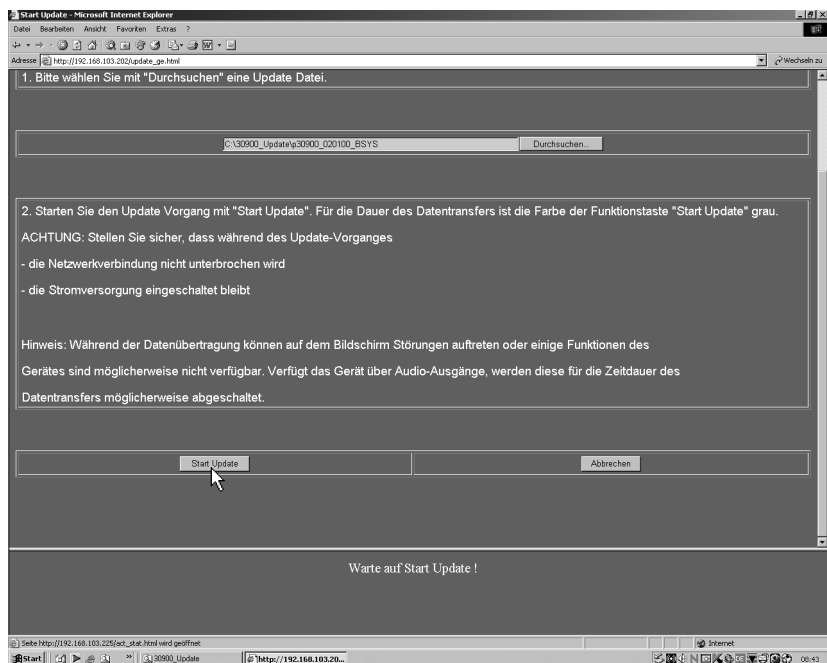

Bild 5-14: Starten des Updates
6. Aktivieren Sie über „Start Update“ den Software-Transfer zum Surround-Control 30900(-24) (siehe Bild 5-14). **Achten Sie darauf, dass während des Datentransfers keine Unterbrechung der Netzwerkverbindung oder der Stromversorgung auftritt.**